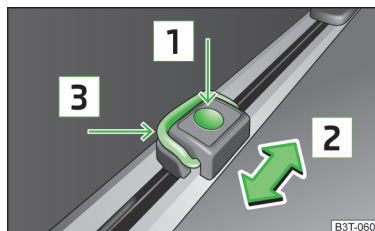

Fig. 100
- Pulsar la tecla [1] » fig. 100 y mover las argollas de amarre hasta la posición deseada en el sentido de la flecha [2].
- Plegar hacia arriba el estribo [3] » fig. 100 y, p. ej. colocar la red de retención.